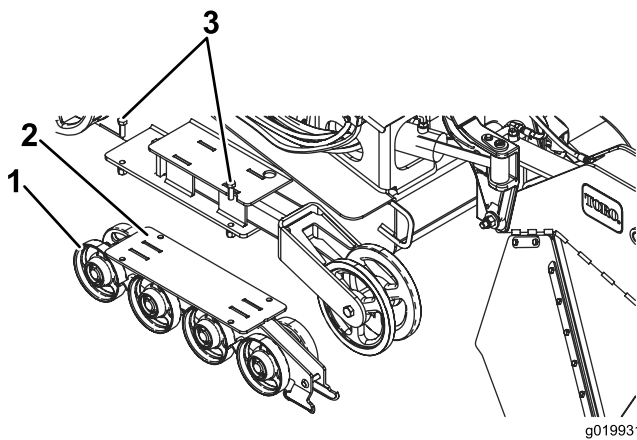

Bild 50
2. Nehmen Sie die vier Schrauben ab, mit denen die untere Kettenführung (die die Straßenräder enthält) befestigt ist, und nehmen Sie diese ab (**Bild 50**).